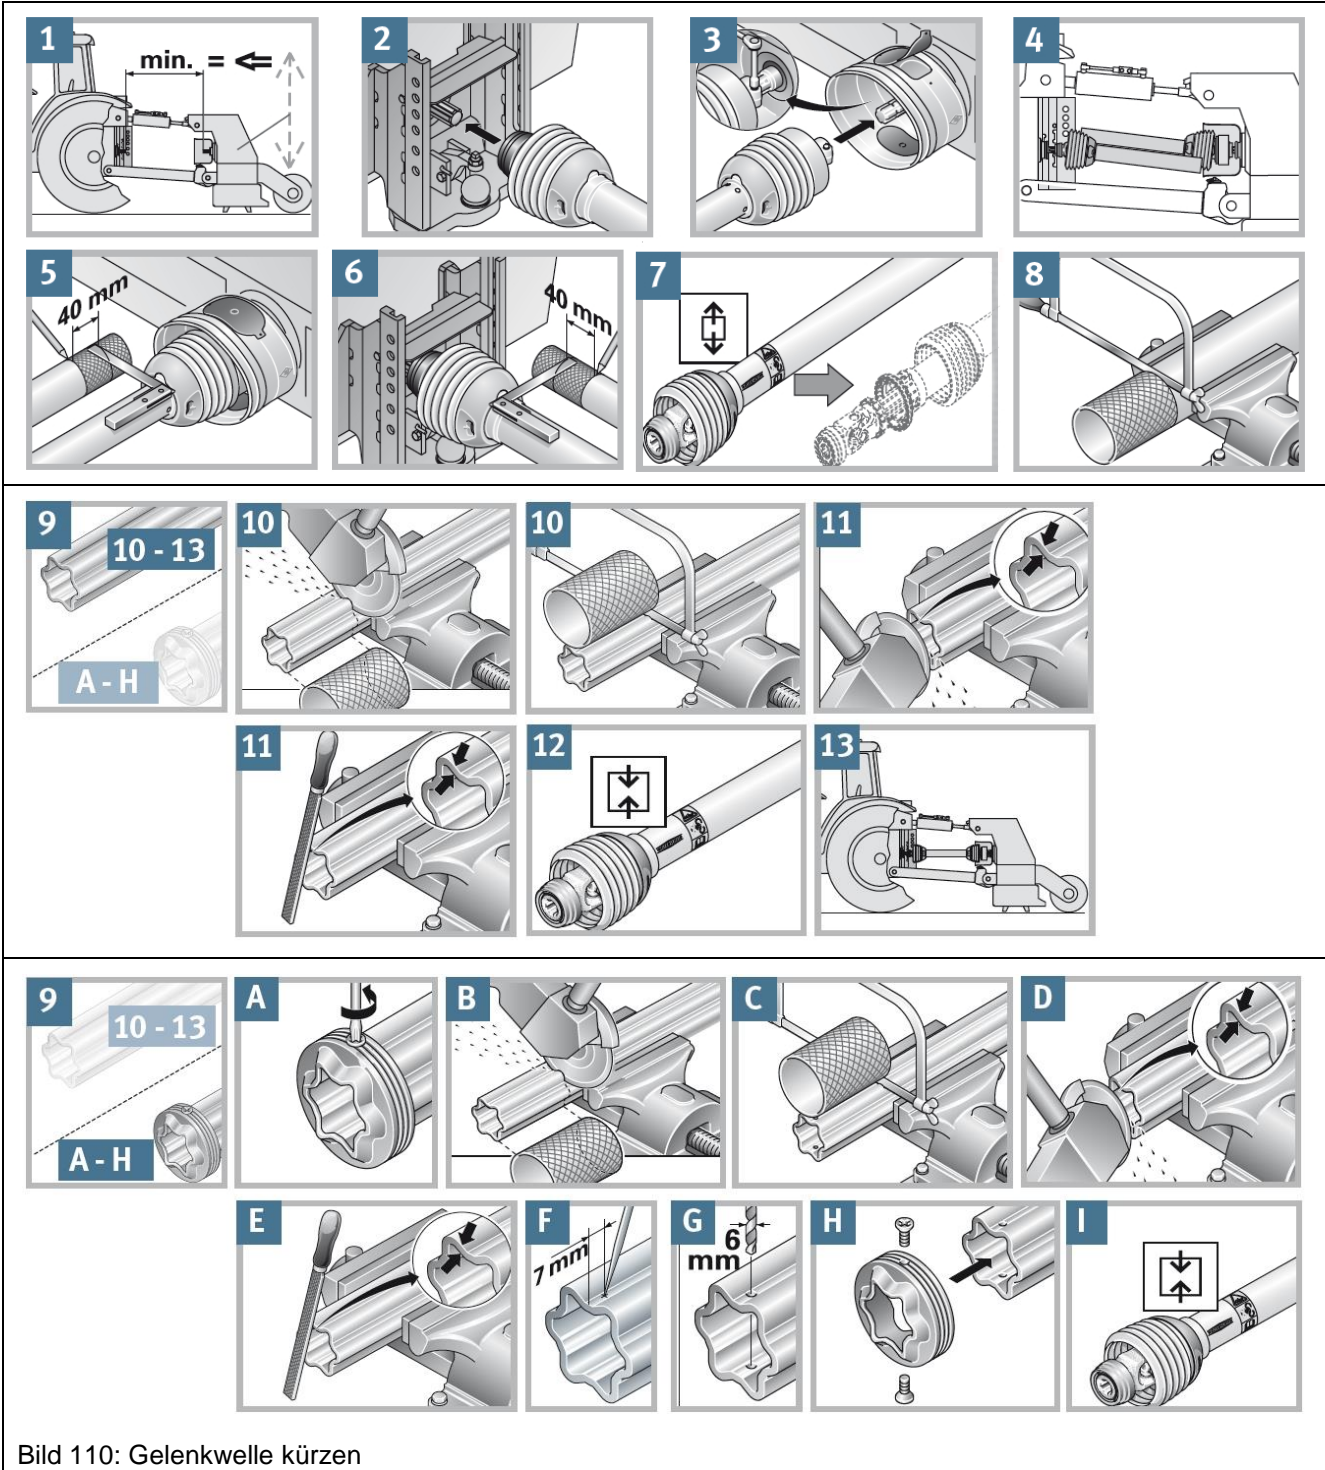

Bild 110: Gelenkwelle kürzen
- Führen Sie die nachfolgenden Schritte (Bild 110) aus.